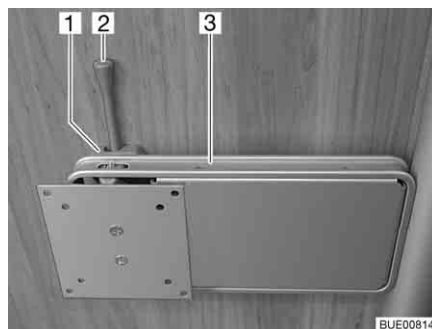

Bild 44 Fäste på pelare
- Tryck låsspaken (Bild 44,2) åt sidan och sväng fästet (Bild 44,3) med den platta bildskärmen till önskat läge.
- Vrid tillbaka den platta bildskärmen tills fästet (Bild 44,3) hakar fast i låset (Bild 44,1).